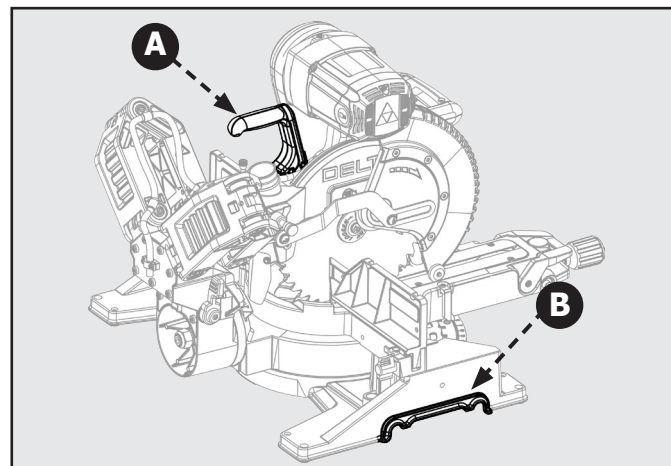

Figure 5
Utilisez la poignée (A) intégrée pour le transport comme illustré dans la figure 5. Vous pouvez également soulever la scie à partir des échancrures (B) de chaque côté de la base de la scie comme illustré dans la figure 5.